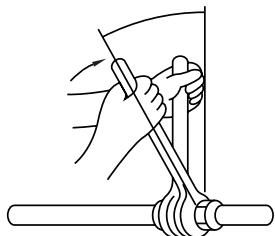

Fig. 5-10
- Kältemittelöl dünn auf der Sitzfläche des Rohrs auftragen. (Fig. 5-10)